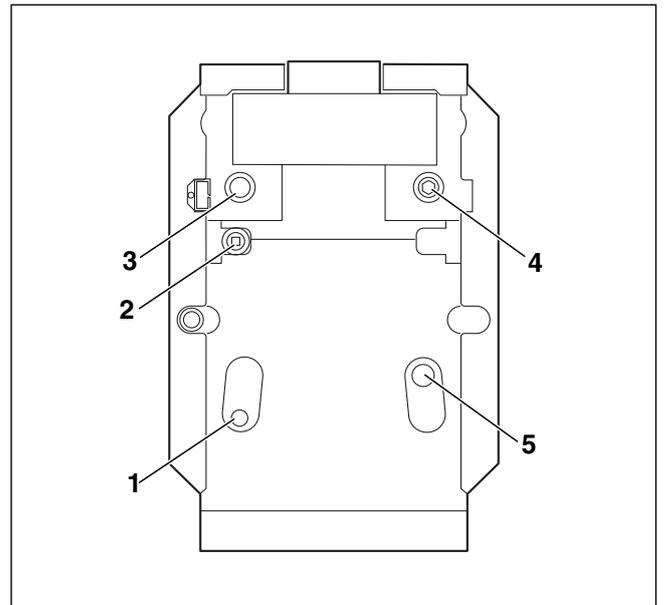

Рис. 5 Подключения Logano G234 WS
- ▶ Подключить обратную линию системы отопления к патрубку обратной линии отопительного котла RK (→ рис. 5, [5]).
- ▶ Подключить подающую линию системы отопления к патрубку на отопительном котле VK (→ рис. 5, [3]).
- ▶ Установить предохранительный клапан на подающую предохранительную линию VSL (→ рис. 5, [4]) под прерывателем тяги.
- [2] подающая линия бака-водонагревателя (VS) (Rp 1)
- [3] подающая линия отопительного котла (VK) (R 1)
- ▶ Подключить обратную линию бака-водонагревателя к патрубку обратной линии бака RS (→ рис. 5, [5]).
- ▶ Подключить подающую линию бака-водонагревателя к VS (→ рис. 5, [2]).